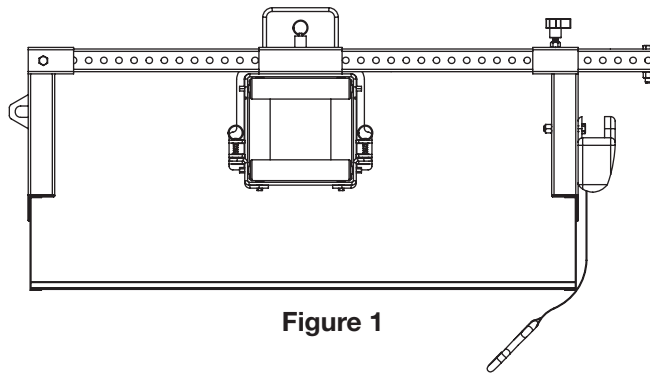

Figure 1
- Poser l'ensemble sur le chemin de câbles à l'emplacement souhaité, comme à la Figure 1.